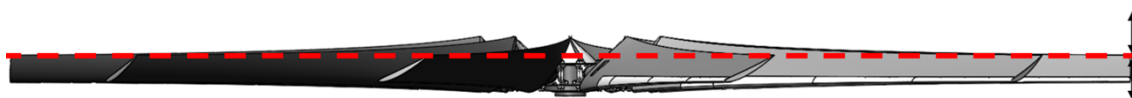

Figura 18 - Variación vertical
La fijación del aspa también se debe hacer observando una variación máxima en la posición vertical (punta del aspa con respecto al plano de rotación) de $\pm 2 \frac{1}{4}''$ ($\pm 57,2$ mm) como se ve en **Figura 18**. El plano de rotación se establece utilizando un plano que incluye todos los vértices del borde de salida. Una forma de verificar esta tolerancia es girar el ventilador y marcar la altura de cada vértice del borde posterior en la pila del ventilador en la misma posición, luego medir la distancia entre ambos extremos. Esta distancia no deberá exceder $4 \frac{1}{2}''$.
- Compruebe si todas las aspas tienen la misma altura de punta dentro de la tolerancia de **Figura 18** - Variación vertical;